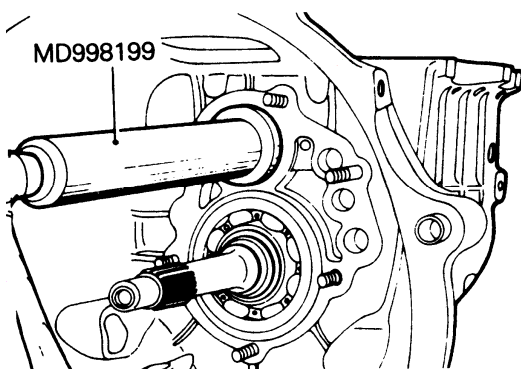

图 3-57 安装中间轴前轴承
(4) 安装中间轴前轴承时，先将中间轴装入壳体，随后将卡环装到中间轴前轴承（滚针）上，再用专用工具将轴承敲入壳体，如图 3-57 所示。